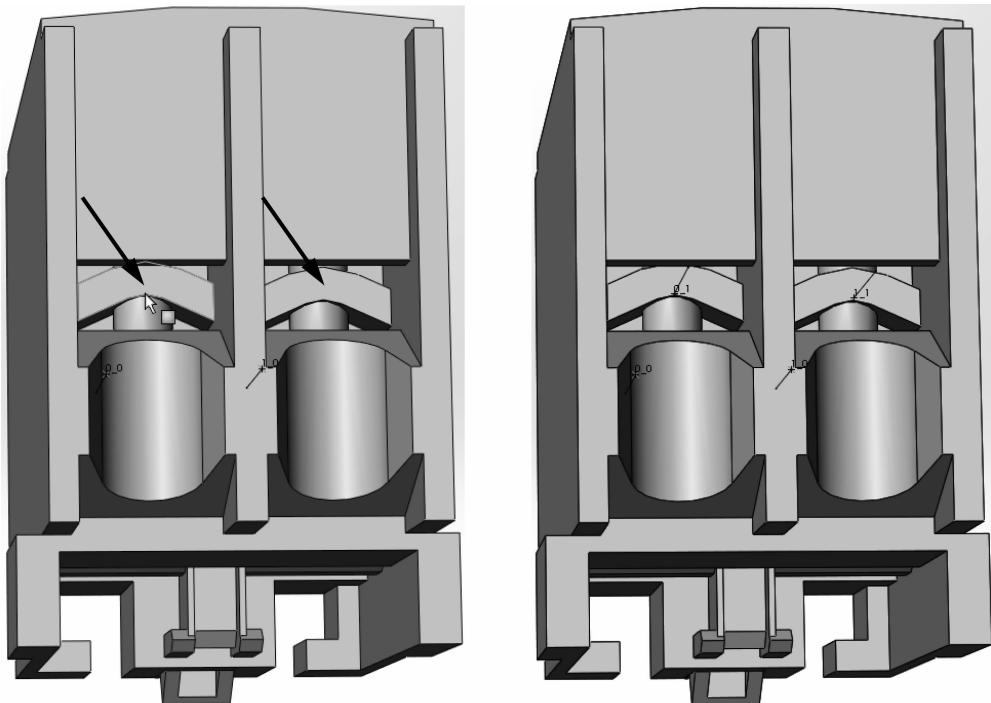

图 12-13 创建 CPoints 连接点
**步骤 8 创建 CPoints 草图点** 选择零件的底部视图，选择端子【54】。旋转零件以便于放置连接点。选择零件后单击【确定】，创建草图点。单击【确定】，完成创建，0\_1 代表端子【54】，如图 12-13 所示。